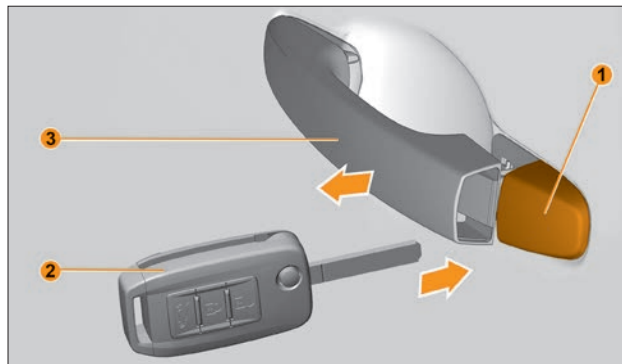

Рис. 1.3.1. Механическая разблокировка/блокировка замка двери водителя
- для доступа к личинке выключателя замка двери аккуратно снимите декоративный колпачок **1** (рис. 1.3.1) с наружной ручки **3** открывания. Для снятия декоративного колпачка используйте лезвие ключа зажигания **2**.